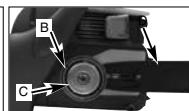

Abb. 4B
2. Coloque a corrente à volta da cremalheira (B) e passe por trás do acoplamento (C). Tenha atenção para que os elos fiquem colocados entre os dentes (fig. 4B).
3. Insira os elos do accionamento na ranhura (D) e passe pela extremidade da folha (fig. 4B).